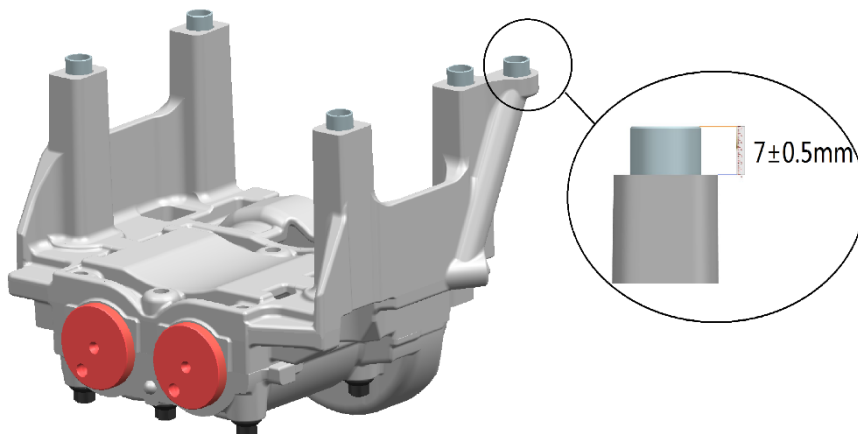

图 13.5
- 8、压装 5 个空心圆柱销。在平衡轴座 5 个销孔部位安装空心圆柱销，安装完毕后定位销露出高度为 $7 \pm 0.5 \text{ mm}$ ，如图 13.5 所示。